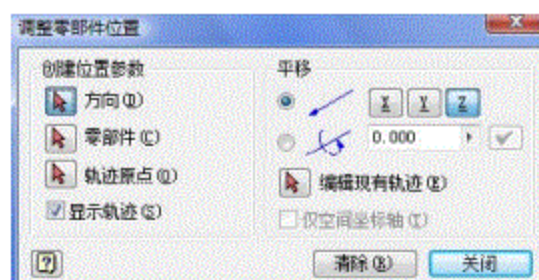

图4-5 “调整零部件位置”对话框
1) 单击表达视图功能块上的“调整零部件位置”图标按钮,打开“调整零部件位置”对话框如图4-5所示。